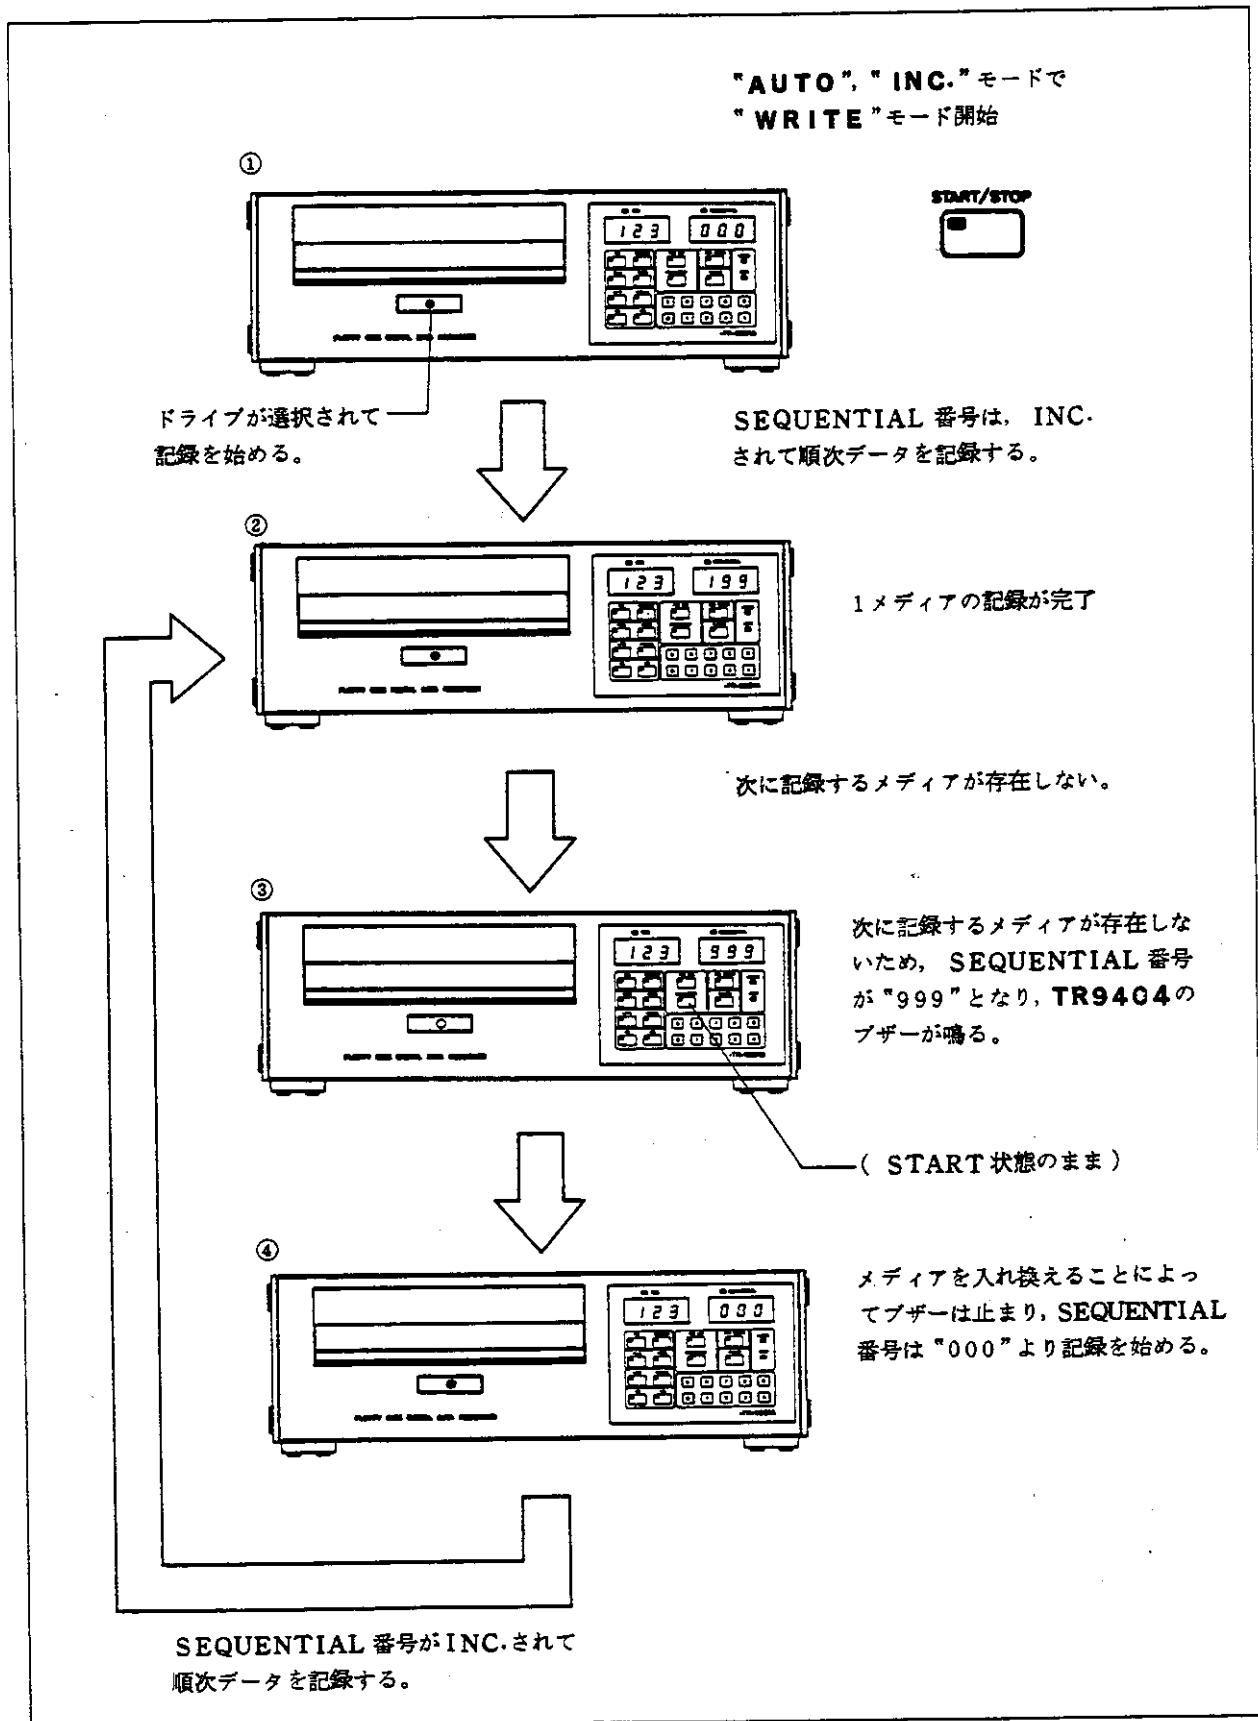

図 6-93 マスタ・ユニットのみの連続記録
マスタ・ユニットのみで複数のメディアに対して連続記録を行なう場合、ユーザは1メディアの記録の完了をTR9404のブザー音によって認識し、メディアを入れ換えなければなりません。[図6-93]にその使用例を示します。
- ① この設定で **TR9801A** の  スイッチを押しますと、マスタ・ユニット（DRIVE #0）の IN USE ランプが点灯します。このランプの点灯によって、マスタ・ユニットのメディアに記録中であることが理解できます。そして[図 6-93]と同様に SEQUENTIAL 番号が 5 単位データでは 5 ステップ、10 単位データでは 10 ステップずつインクリメントされていきます。この間に、スレイブ・ユニット #1 および #2 にイニシャライズされたメディアを入れておいて下さい。
- ② SEQUENTIAL 番号が“**199**”まで進み、#0 のメディアの記録が終了しますと、次のスレイブ・ユニット（設定されたドライブ番号の一番若い番号）へ自動的に移行して記録を続けます。この例では、ドライブ #1 に自動的に移行し、SEQUENTIAL 番号が“**200**”となります。（もし、このときドライブ #1 にメディアが挿入されていなければ自動的にドライブ #2 に移行し、SEQUENTIAL 番号が“**400**”となります。）そして移行したドライブの IN USE ランプが点灯し、ドライブ #0 の IN USE ランプが消えます。次のドライブに記録が移行した時点で、ドライブ #0 のメディアの入れ換えが可能となります。
- ③ SEQUENTIAL 番号が“**399**”まで進みますと、ドライブ #1 のメディアの記録が終了し、次のドライブ #2 に移行します。ドライブ #2 の SEQUENTIAL